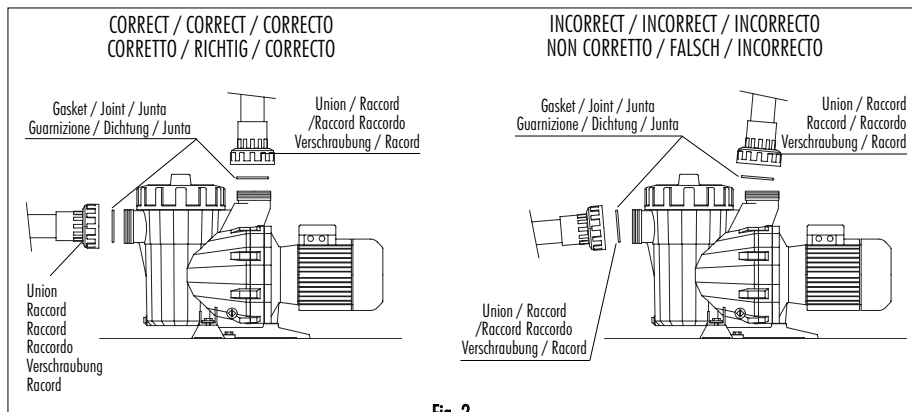

Fig. 2
- Para realizar a ligação da tubagem, encaixar as tubagens nos racores, instalada em conjunto com a bomba; as uniões dos racores às bocas de aspiração e impulsão da bomba são de rosca e utilizam juntas de vedação para evitar a perda de água (Fig. 2).
- Realizar a instalação das tubagens de impulsão de forma perpendicular e bem centrada em relação à entrada onde vai ser ligada para evitar que a bomba e a tubagem sejam submetidos a esforços externos que, para além de dificultarem a montagem, poderiam acabar por romper (Fig. 2).
- Instalar a tubagem de aspiração com uma ligeira inclinação para a bomba, na ordem dos 2%, evitando a criação de bolsas de ar (Fig. 2).